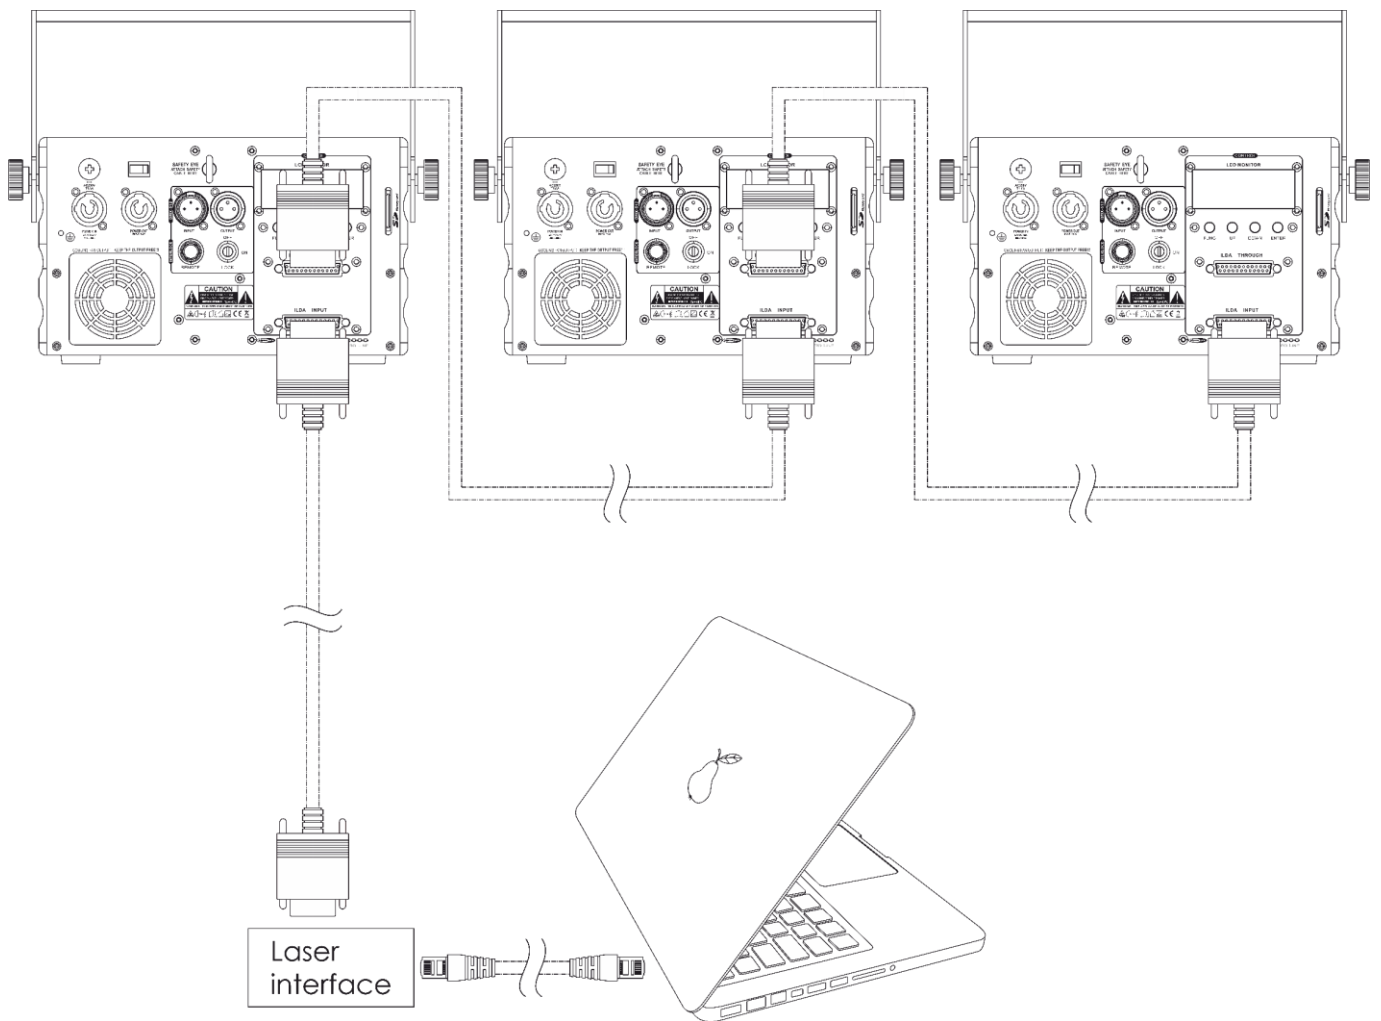

Abb. 15
- 04) Wiederholen Sie Schritt 3, um die gewünschte Anzahl an Geräten wie in Abb. 15 zu verbinden.